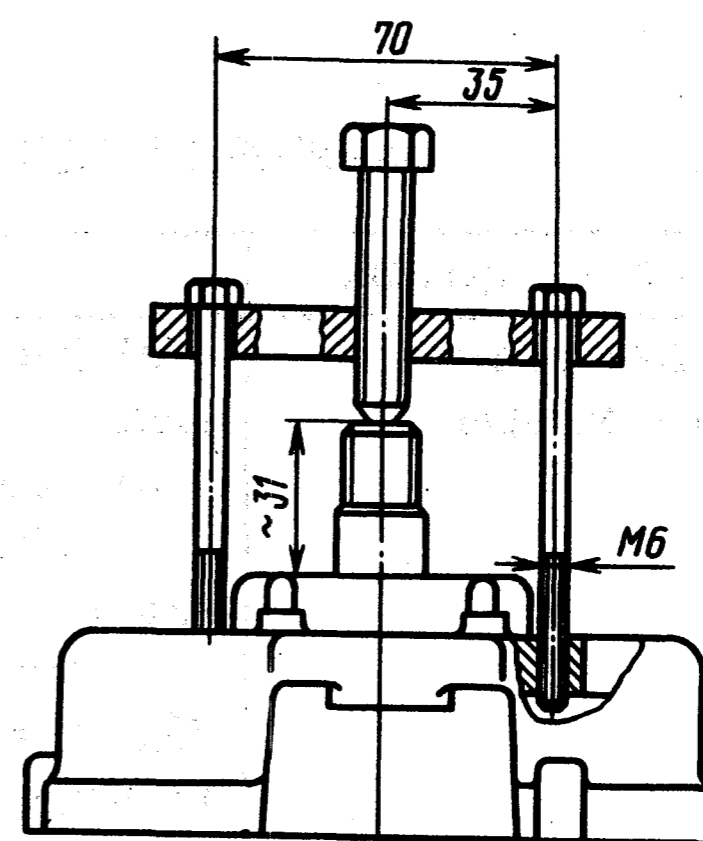

Рис. 197. Снятие передней крышки генератора
- при необходимости снять с вала ротора переднюю крышку вместе с подшипником, используя резьбовые отверстия в крышке и специальное приспособление (рис. 197).